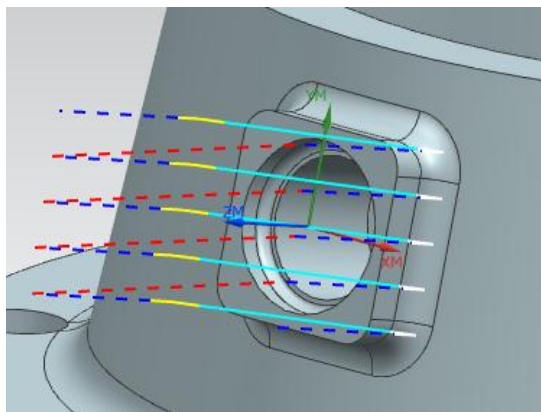

Рисунок 57Траектория резания
4. Нажмите кнопку «ОК». Нажмите кнопку «Генерировать»  в нижней части окна (рисунок 57).